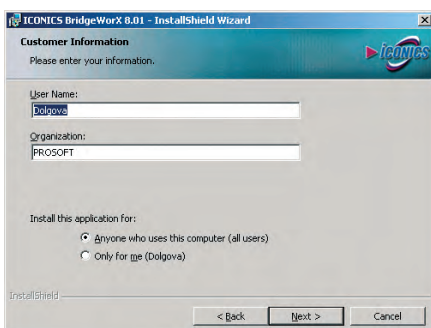
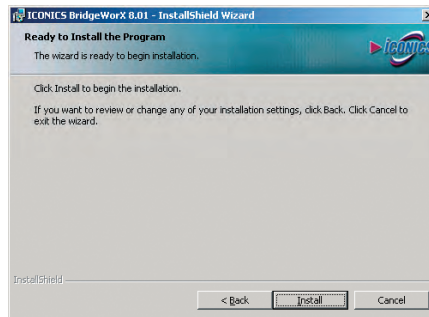

Рис. 14. Дополнительные параметры установки
Рис. 15. Завершение подготовительного этапа инсталляции
4. Далее на экран будет выведено окно (рис. 14), позволяющее ввести данные пользователя, а также указать режим установки: для всех пользователей или только для текущего. Нажмите кнопку **Next** (Далее). На экране появится информационное окно, сообщающее о готовности к началу инсталляции (рис. 15). Нажмите кнопку **Install** (Установить).